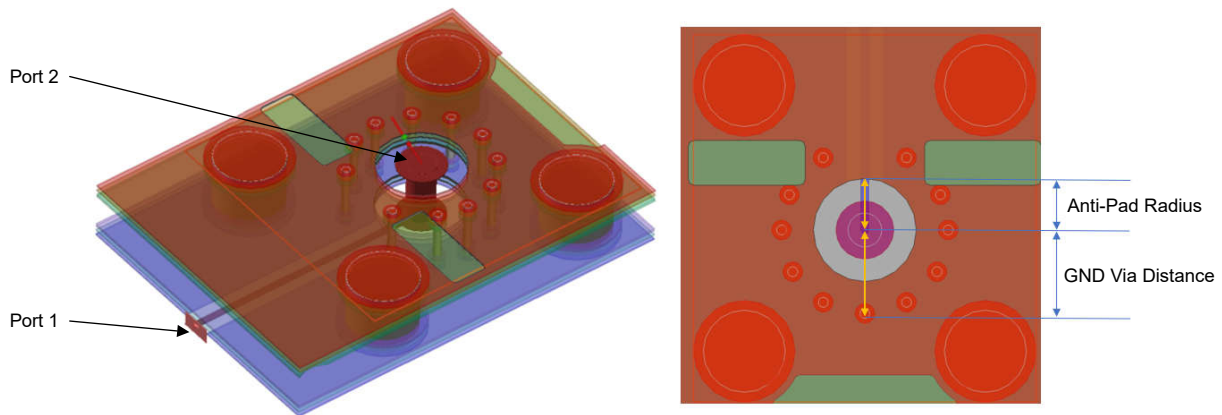

図 3-5. スルーホール コネクタ信号ビアのシミュレーション モデル
- 図 3-5: スルーホール コネクタ信号ビアのシミュレーション モデル